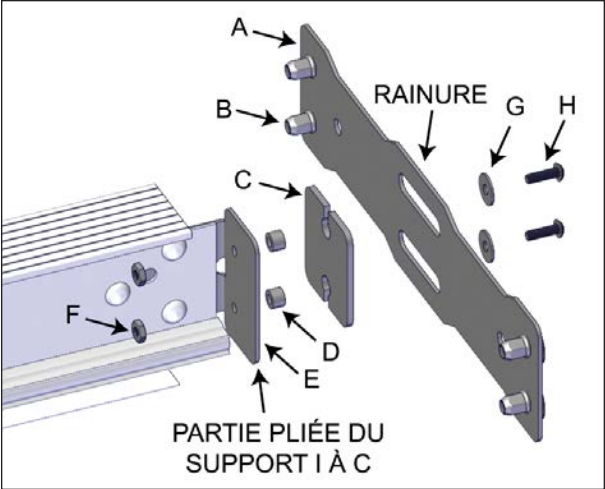

FIGURE 20: INSTALLATION DES PLAQUES DE FIXATION LONGUES
1. Installer les plaques de fixation longue I à C comme montré sur la Figure 20. Voir le tableau sous la figure pour les composants à utiliser.
Ne pas oublier d'orienter les écrous sertis de la plaque de fixation longue vers l'intérieur, voir Figure 20.